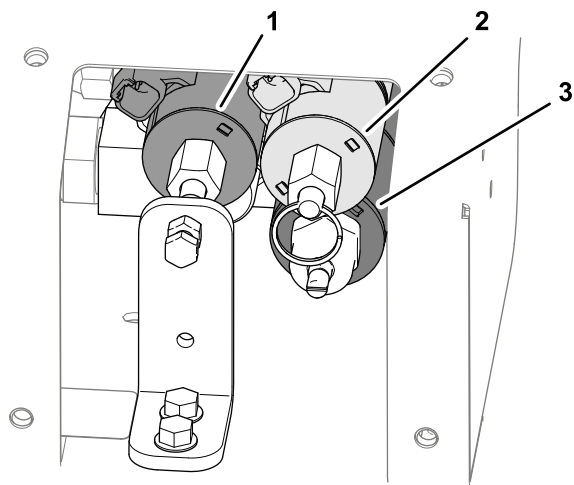

Figura 33
3. Localize as três válvulas de controlo (Figura 33).